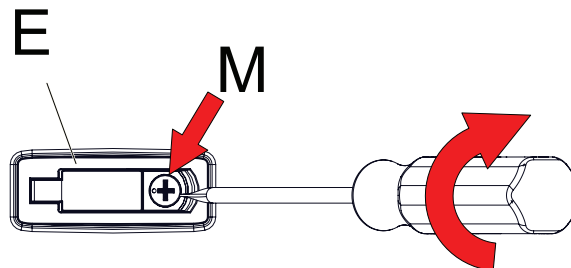

Figura 8-2 - Pulsante di apertura
1. - Andare sul pulsante di apertura "E" e con un cacciavite girare di 1/4 di giro in senso orario il punto "M" (Figura 8-2);
2. - Premere sul punto "M" dei due pulsanti di apertura "E" (Figura 8-2);
- 2.- Andare sul pulsante di apertura "E" e con un cacciavite girare di 1/4 di giro in senso orario il punto "M" (Figura 8-2);
- Premere sul punto "M" dei due pulsanti di apertura "E" (Figura 8-2);